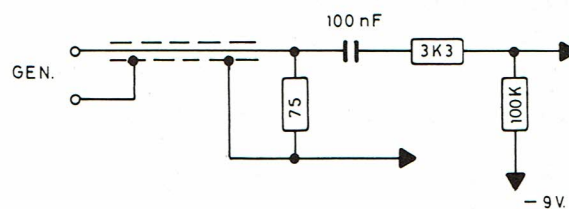

FIG. 6
- Woblateur, avec câble terminé selon fig. 6, au point commun de R 340 et R 342.